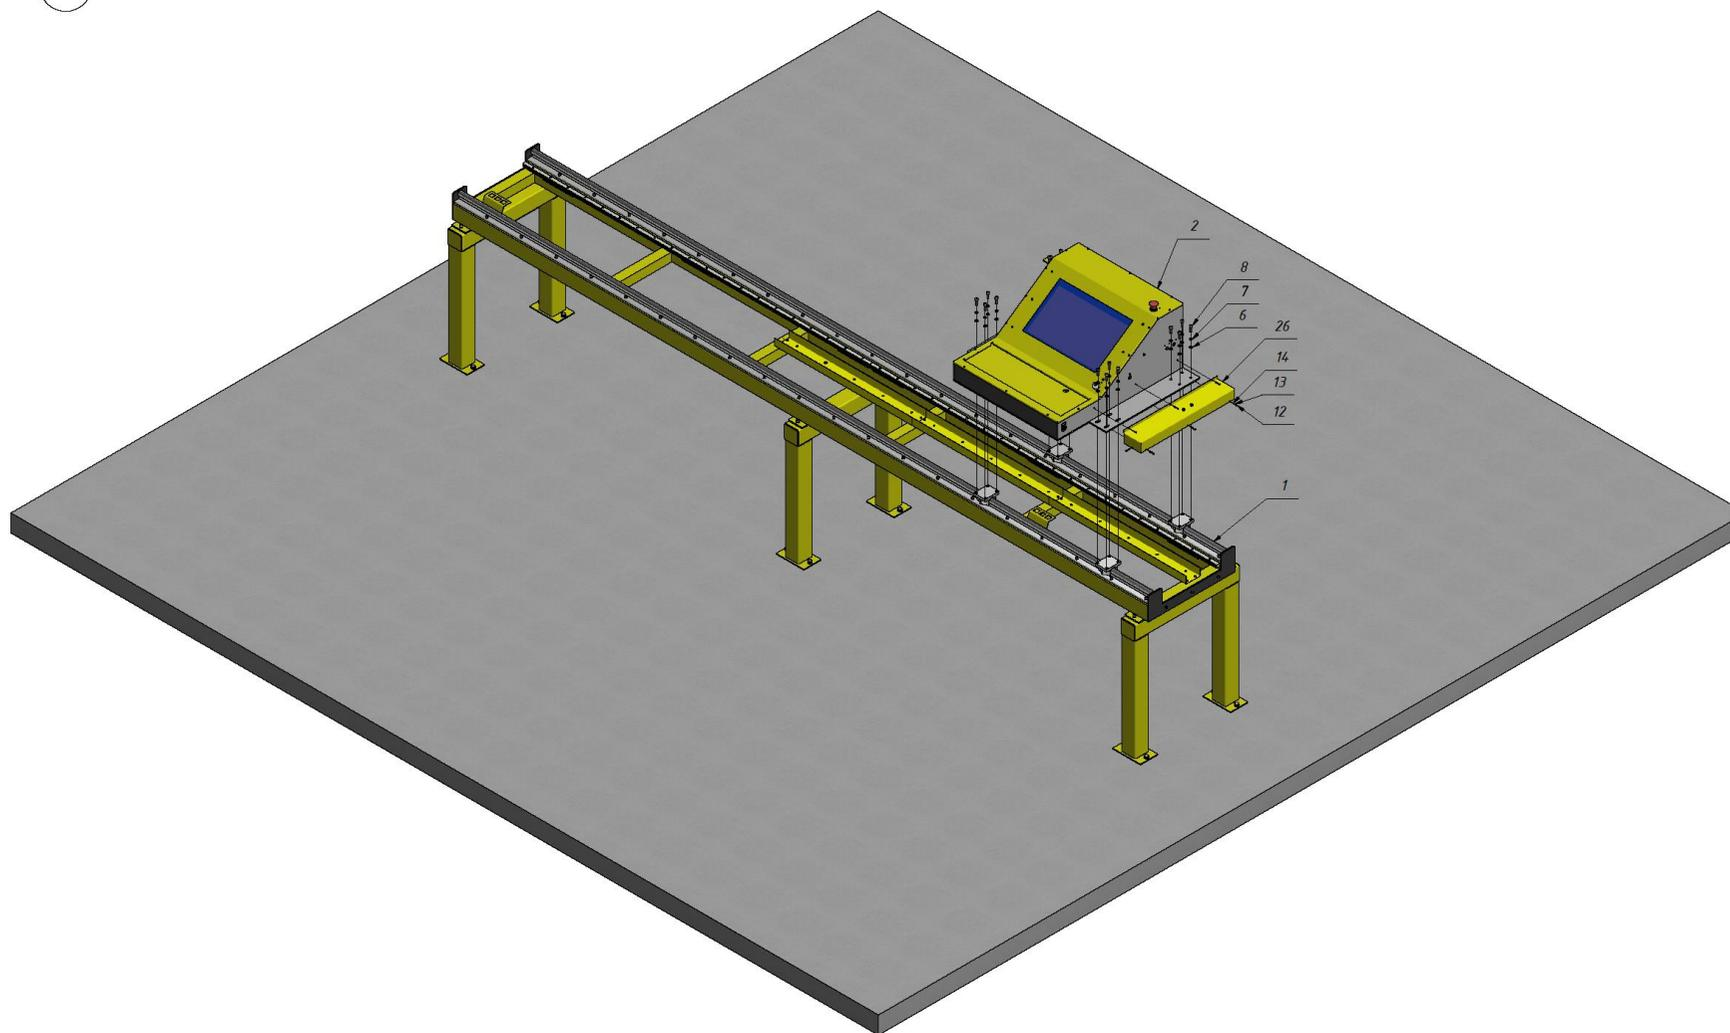

Рисунок 7.2
2. На направляющие станины оси X №1 монтируется каретка оси X №2 (см. рисунок 7.2). Каретку оси X, следует выставить по уровню относительно станины и зафиксировать 16-ю винтами М8х20. После проката каретки оси X в обе стороны, следует протянуть винты. Установить боковую крышку №26 и зафиксировать кабель-канал оси X 2-мя винтами М6х20.